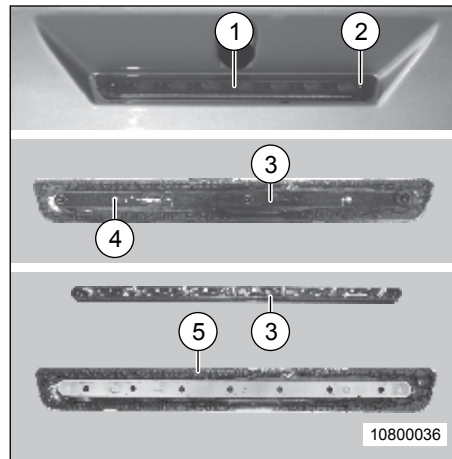

Fig. 139 Troisième feu stop
→ Pour remonter le troisième feu stop (Fig. 139, pos. 1), appliquer du mastic d'étanchéité frais (Fig. 139, pos. 5).
1. Desserrer les vis (Fig. 139, Pos. 2) à droite et à gauche du feu de freinage (Fig. 139, Pos. 1).
2. Enlever le feu de freinage (Fig. 139, Pos. 1) en y exerçant une légère force (en raison du mastic d'étanchéité).
3. Sur la paroi arrière du feu de freinage, enlever les vis (Fig. 139, Pos. 4) sur la baguette en plastique (Fig. 139, Pos. 3).
4. Enlever la baguette en plastique (Fig. 139, Pos. 3) et remplacer les ampoules.